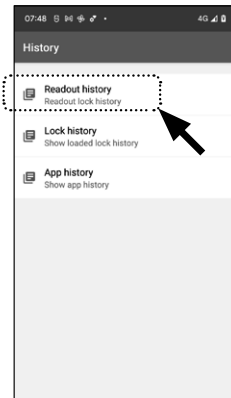

Abb. 108
④ Tippen Sie nun auf „Readout history“. Dadurch werden die Historiedaten aus dem Zylinder abgerufen (Abb. 108).